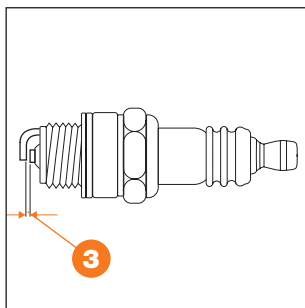

Рис. 39
- Расстояние между электродами должно быть: 0,7 - 0,8 мм ❸ (Рис. 39).